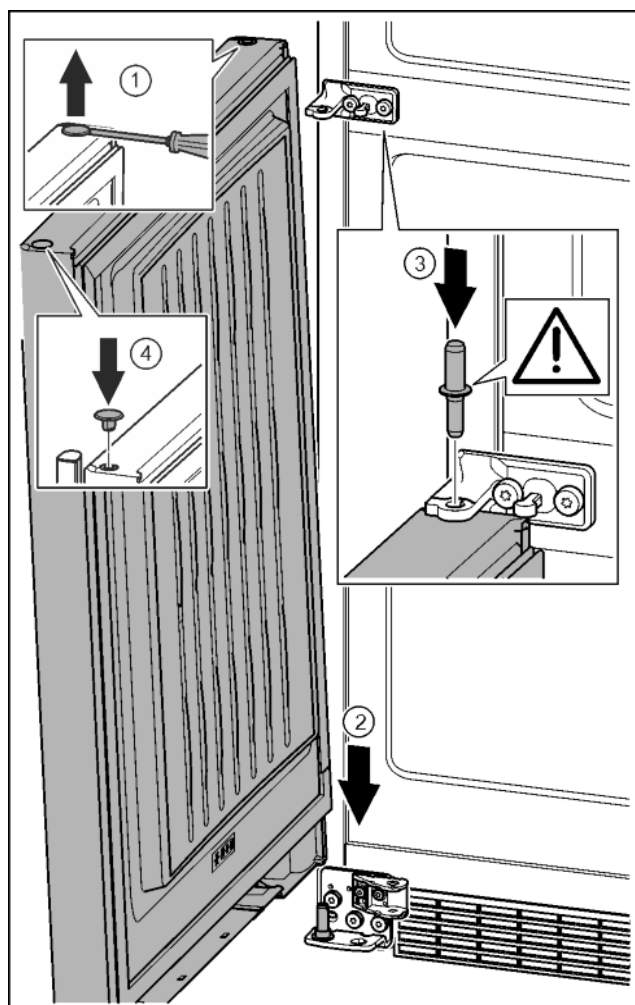

Fig. 40
- Zátku opatrně nadzvedněte plochým šroubovákem a vytáhněte. Fig. 40 (1)
- Dveře nasad'te shora na dolní ložiskový čep. Fig. 40 (2)
- Prostřední ložiskový čep vložte do dolních dveří přes prostřední stojan ložiska. Přitom dávejte pozor, aby zajišťovací vačka směřovala dozadu. Fig. 40 (3)
- Zátku opět vložte na druhé straně dveří. Fig. 40 (4)